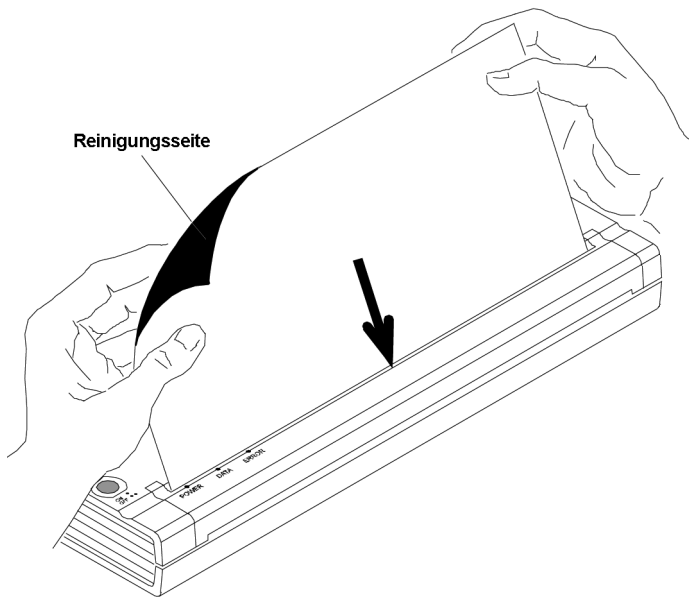

Abbildung 17. Einföhren des Reinigungstuchs
4. Führen Sie das mit dem Drucker gelieferte schwarze Reinigungstuch in den Papierschacht des Druckers ein und achten Sie dabei darauf, dass die raue schwarze Seite mit dem Reinigungsmittel zur Rückseite des Druckers zeigt. Siehe Abbildung 17. Der Drucker zieht das Reinigungstuch durch.